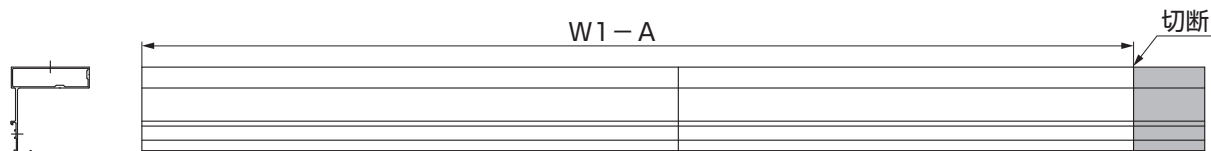

図5-9 間口側の切断 (部材を2本使用)
- 2.5間、3.0間ではL1は2本連結での合計となります。(図5-9参照)
- 2.5間、3.0間ではL1は2本連結での合計となります。(P.14の図5-9参照)